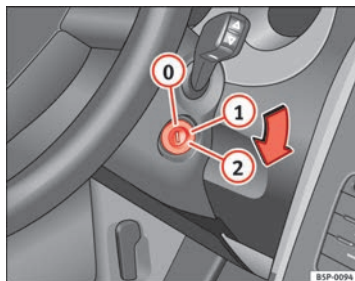

Fig. 135 Posizioni della chiave di accensione
In questa posizione ⇒ fig. 135 sia il motore che il quadro sono spenti e si può inserire il bloccasterzo.
- Girare la chiave fino alla posizione ⇒ fig. 135 ①. La spia  si accenderà nel caso di preincandescenza del motore. ►
- Quando la spia si spegne, mettere in moto girando la chiave nella posizione ②, senza dare gas.
- Girare la chiave fino alla posizione ⇒ fig. 135 0.